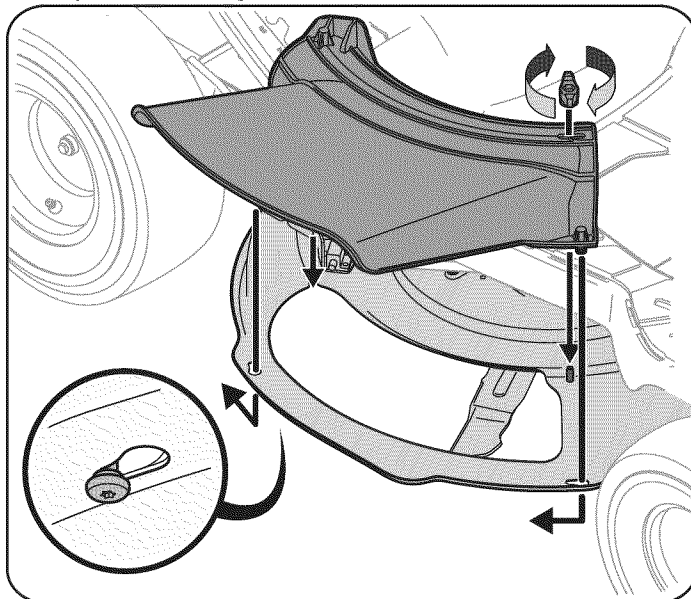

Figura 8
3. Vuelva a colocar la perilla de aletas y apriete manualmente para sujetarla. Vea la Figura 8.